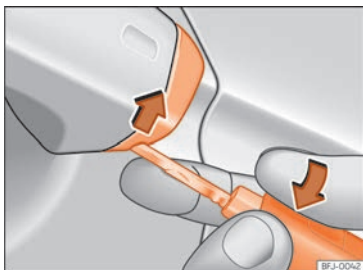

Abb. 72 Fahrertürgriff: Abdeckkappe abhebeln.
- Den Schlüsselbart am Fahrertürgriff in die untere Öffnung der Abdeckkappe stecken und die Abdeckkappe von unten nach oben anheben »» [Abb. 72].